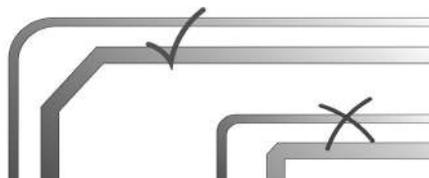

Рисунок 10 – Все изгибы должны иметь плавный переход
- обязательно следует учитывать диаметр и длину труб, количество стыков и поворотов в трубопроводе – все эти параметры влияют на потери напора станции. Все изгибы напорного трубопровода должны быть плавными (см. рисунок 10). Например, для поворота на 90°, рекомендуется использовать два угловых фитинга по 45°;